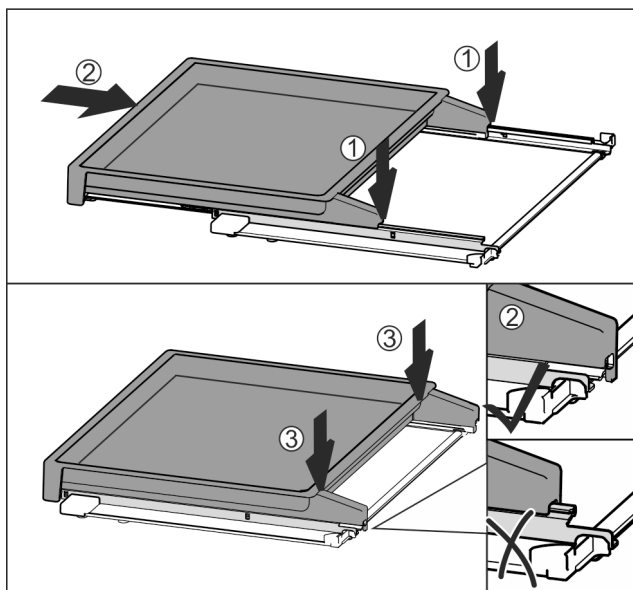

Fig. 115
- ▶ Nasadíte uprostřed na kolejničky Fig. 115 (1).
- ▶ Vysouvací přihrádku zcela zasuňte Fig. 115 (2).
- ▶ Zatlačte pak na zadní straně, až slyšitelně zacvakne Fig. 115 (3).